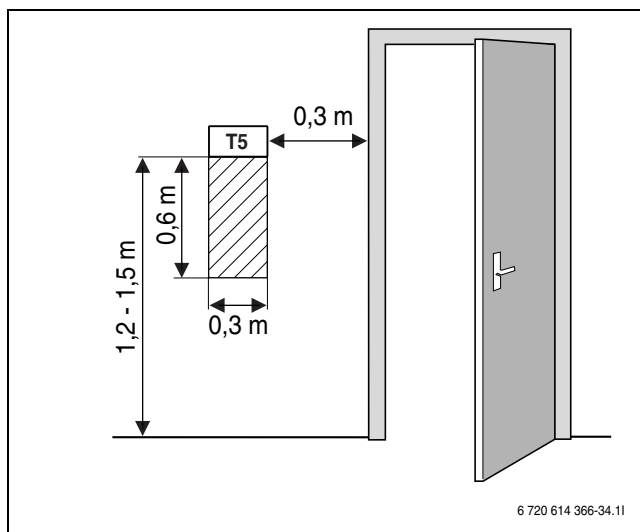

Bild 29 Rekommenderad monteringsplats för rumsgivare T5
- Obehindrad cirkulation av rumsluften under rumsgivaren T5 (streckad yta i bild 29 ska hållas fri).